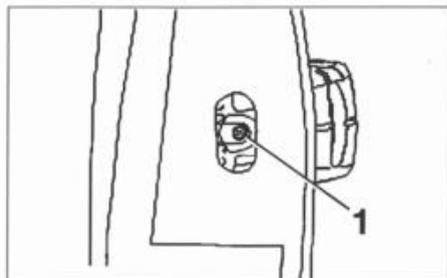

FIG. 63
- Desmontar el tornillo (1) (fig. 63) de fijación de empuñadura de puerta.